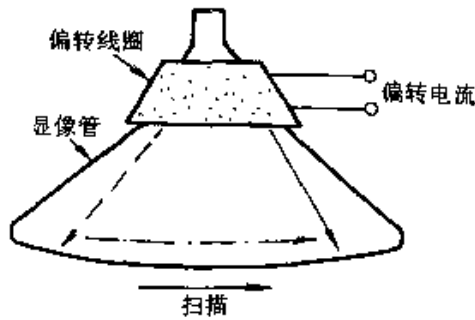

图 2-78
④ 电感线圈还可以用于磁偏转电路。图 2-78 为显像管偏转线圈工作示意图,偏转电流通过偏转线圈产生偏转磁场,使电子束随之偏转完成扫描运动。